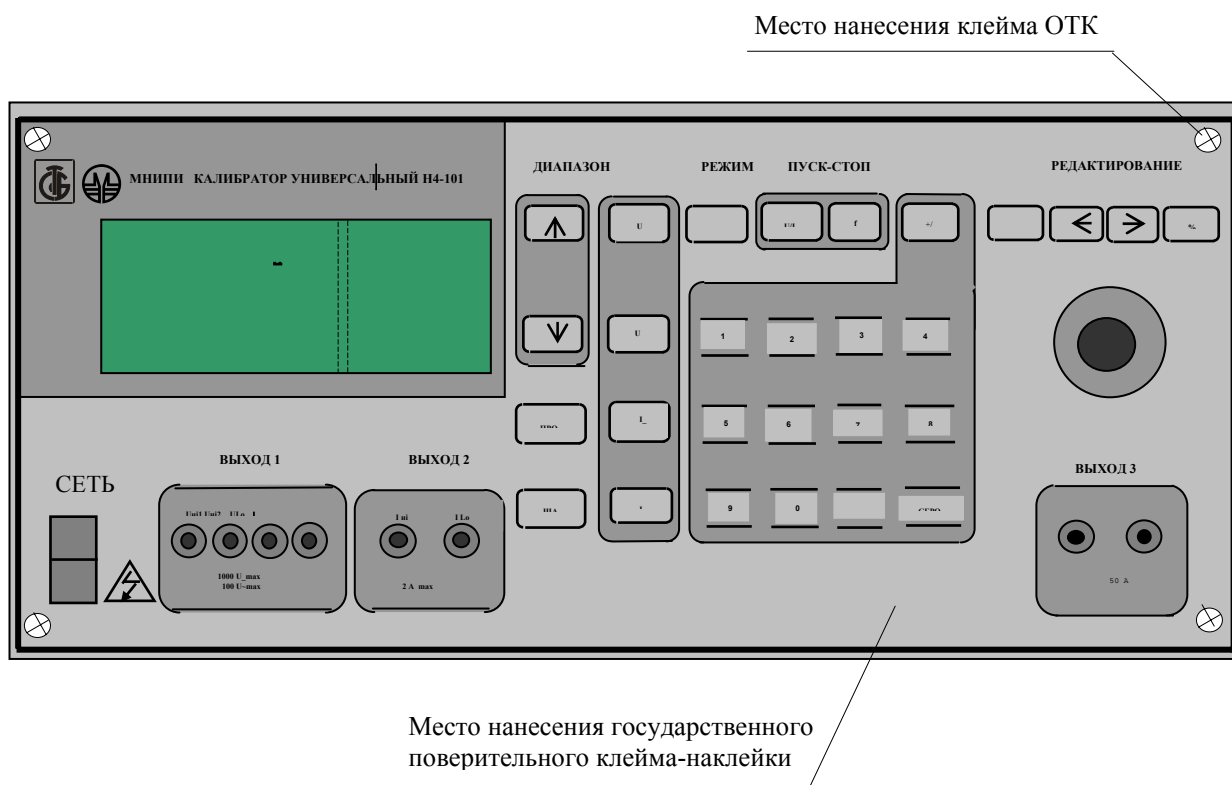

Рисунок 1.2 – передняя панель калибратора
1.5.3 На переднюю панель калибратора нанесены государственное поверительное клеймо-наклейка и клеймо ОТК (рисунок 1.2).